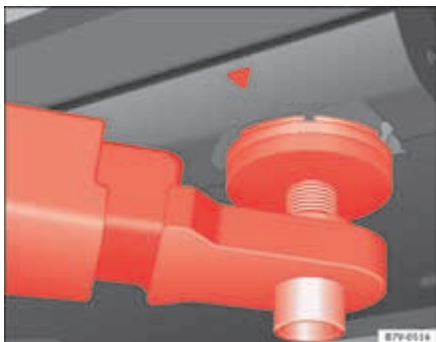
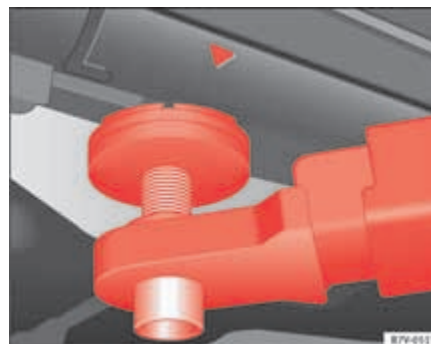

Abb. 157 Aufnahme-
Abb. 158 Aufnahme-
Das Fahrzeug darf nur an den in den Abbildungen ⇒ Abb. 157 und ⇒ Abb. 158 gezeigten Punkten angehoben werden. Wenn das Fahrzeug nicht an den gezeigten Punkten angehoben wird, können Schäden am Fahrzeug ⇒ ⚠ und schwerwiegende Verletzungen die Folge sein ⇒ ⚠.
- Fahrzeug nur an den in den Abbildungen ⇒ **Abb. 157** und ⇒ **Abb. 158** gezeigten Punkten anheben. Wenn das Fahrzeug nicht an den gezeigten Punkten angehoben wird, kann das Fahrzeug von der Hebebühne fallen, wenn z. B. der Motor oder das Getriebe ausgebaut wird.